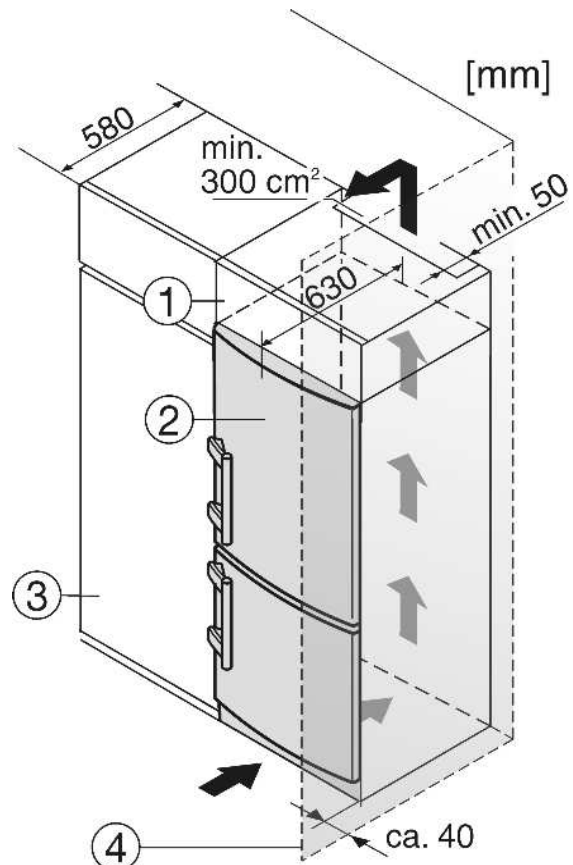

Fig. 25
- (1) Дополнительный шкафчик
- (2) Устройство
- (3) Кухонный шкаф
- (4) Стенка
Устройство может быть окружено предметами кухонной обстановки. Чтобы уравнять устройство Fig. 25 (2) по высоте с кухонной стенкой, можно установить над устройством соответствующий дополнительный шкафчик Fig. 25 (1).
При комбинировании с обычными кухонными шкафами (глубина макс. 580 мм) устройство можно установить непосредственно рядом с кухонным шкафом Fig. 25 (3). Дверь устройства выступает по сторонам на 34 мм и по центру устройства на 50 мм относительно передней стенки кухонного шкафа. Поэтому ее можно свободно открывать и закрывать.
Если устройство установлено на шарнирах у стены Fig. 25 (4), то расстояние между устройством и стеной должно быть не менее 40 мм. Настолько выступает ручка при открытой дверце.